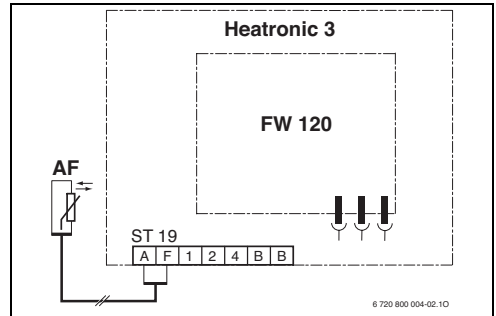

Fig. 14 Régulateur intégré dans le tableau électronique Heatronic 3 compatible BUS via les contacts BUS.
- ▶ Effectuer les branchements électriques (→ Fig. 14 ou 15 page 16).